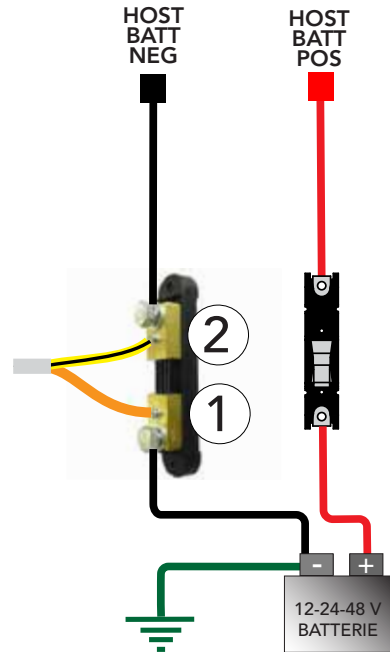

Abbildung 5-1. Shunt mit Minuspol
Schritt 2. Installieren Sie den/die Shunt(s) an dem/den zu messenden Stromkreis(en) (siehe Abb. 5-1 oder 5-2). Wenn Sie mehr als einen Shunt in einem System installieren, verdrahten Sie alle Shunts mit der gleichen Polarität.
Schritt 3 (A) oder (B). Verdrahtung von Shunt zu ReadyShunt**A. Minuspol Installation** (siehe Abb. 5-1).